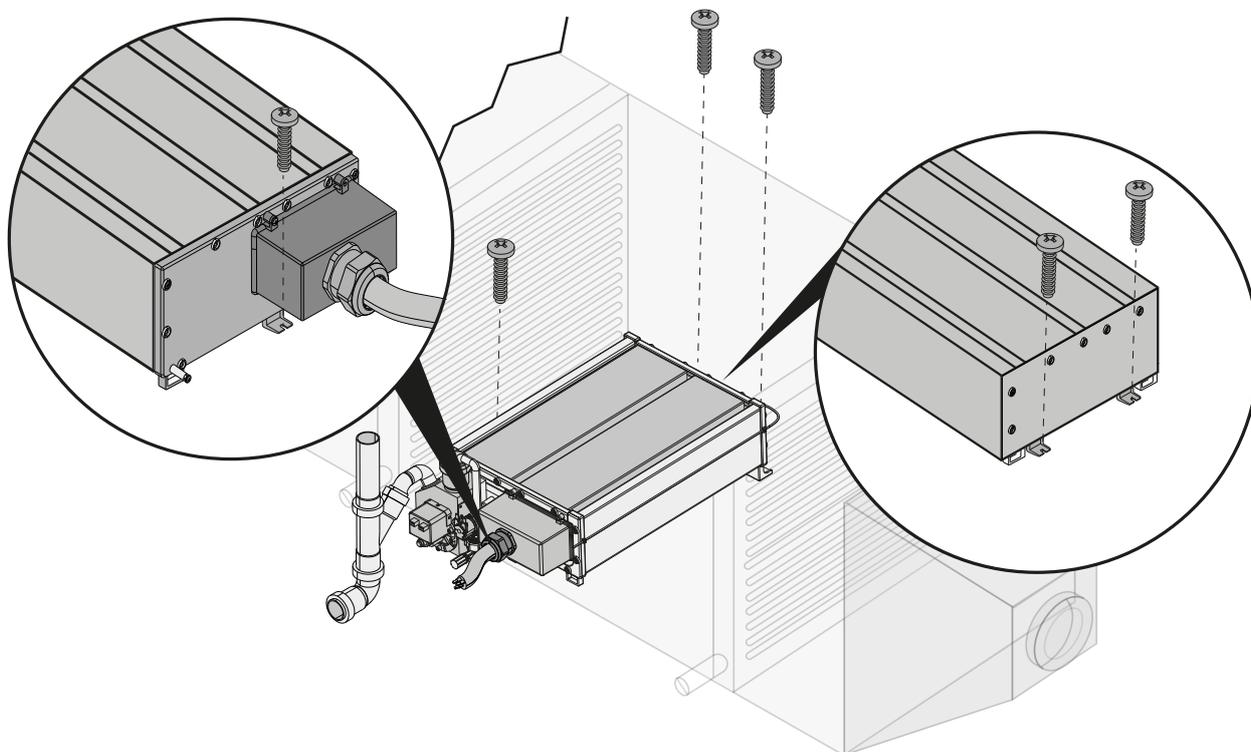

Fig. 7. Montaggio unità idraulica
- Fissare l'unità idraulica utilizzando 3 viti inserite negli appositi ganci di fissaggio (vedi "**FIG. 7. MONTAGGIO UNITÀ IDRAULICA**" A PAGINA 17) (Non obbligatorio);